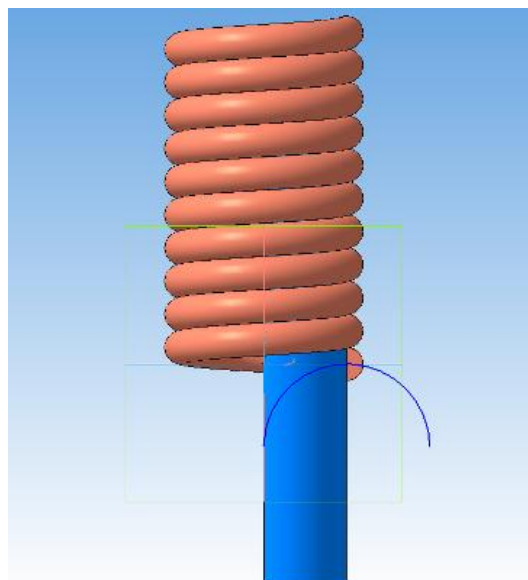

Рис. 10.5. Создание нового эскиза
6. Создаем эскиз на плоскости zx — дуга радиусом 15 мм с центром (15;-15) (рис.10.5).